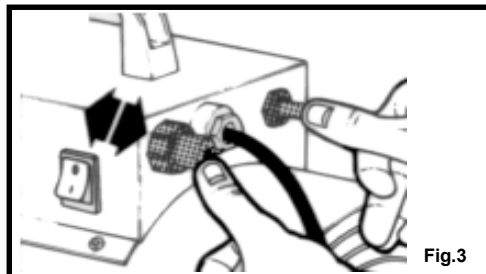

Fig.3
3. Presser à fond le bouton-gaz et en même temps actionner plusieurs fois l'allumeur piézo-électrique (voir figure 3)
3. Gas-Dauckknopf ganz eindrücken und gleichzeitig den Piezozünder wiederholt betätigen (Abb.3), bis Zündflamme brennt.